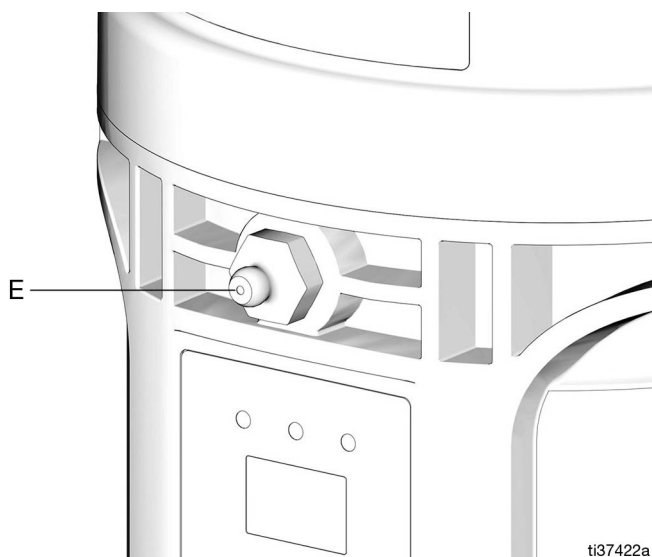

图 19
1. 将注入管连接到 Zerk 入口注入管件 (E) (图 19)。